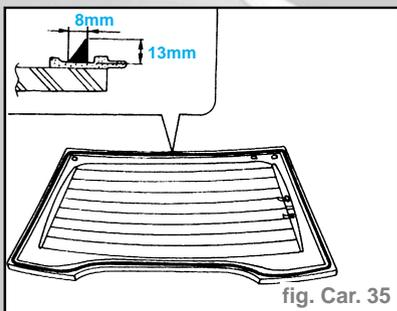

fig. Car. 35
- Appliquer le mastic directement sur la bordure intérieure du joint (fig. Car. 35).